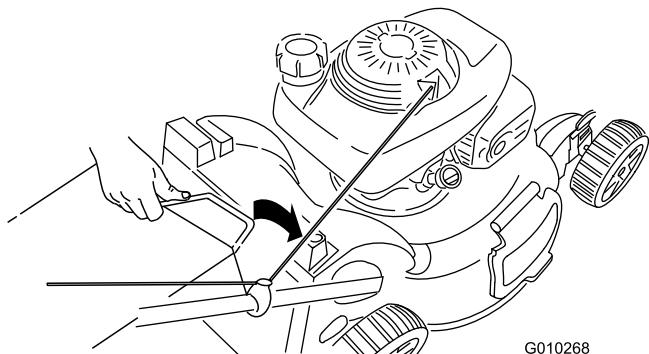

Figure 29
- Insérez la poignée du bac à herbe dans les rainures en haut de la machine (Figure 29).